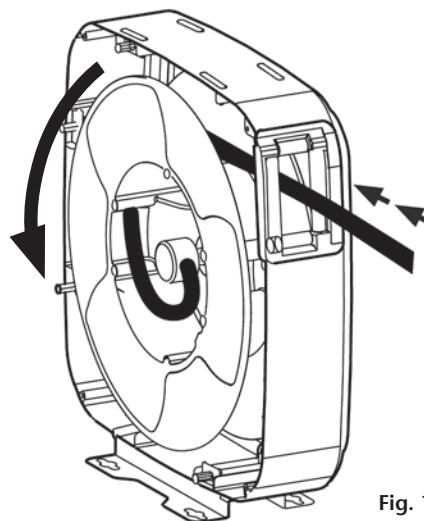

Fig. 14
3. Gently pull the hose, it will be automatically rewound (fig. 14).
3. Gently pull the hose, the hose is automatically rewound (fig. 14).
3. Tirar suavemente de la manguera hasta que quede liberada del trinquete y se recoja por si misma (fig. 14).